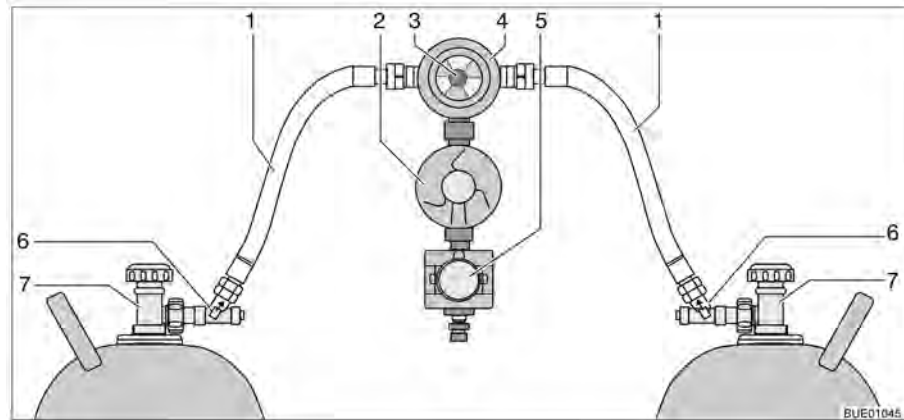

Fig. 127 Instalación de conmutación Crash-Protection-Unit
La Crash-Protection-Unit se compone de dos restrictores de desbloqueo manual (Fig. 127,6), una válvula selectora (Fig. 127,4) con regulador de presión (Fig. 127,2), una electroválvula (Fig. 127,5) y la unidad de mando con LED de tres colores. La válvula selectora está montada entre las dos gomas del gas (Fig. 127,1).
Con el botón giratorio (Fig. 127,3) en la válvula selectora se puede determinar cuál de las bombonas de gas se utilizará como bombona de servicio y cuál bombona de gas como bombona de reserva.
En la unidad de mando (Fig. 128) únicamente pueden conmutarse las funciones eléctricas. Las llaves de paso principales de las bombonas de gas (Fig. 127,7) y los desbloques (Fig. 127,6) deben abrirse a mano.
- Abrir las llaves de paso principales en las bombonas de gas (Fig. 127,7).
- Pulsar los desbloques (Fig. 127,6), uno tras otro, durante 10 segundos.
- Con el botón giratorio (Fig. 127,3) en la válvula selectora (Fig. 127,4), seleccionar la bombona de gas de la que habrá de tomarse el gas principalmente (bombona de servicio).
- Cerrar las llaves de paso principales en las bombonas de gas (Fig. 127,7).